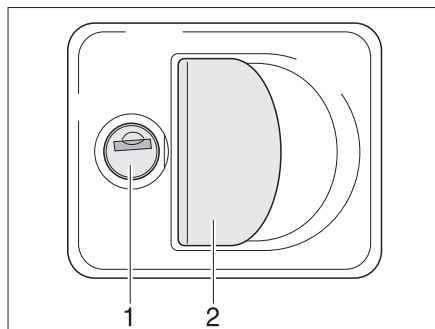

Fig. 53 Serrure du portillon avec poignée
- Insérer la clé dans le barillet (Fig. 53,1) et la tourner d'un quart de tour. La serrure du portillon est déverrouillée.
- Tirer sur la poignée de la serrure (Fig. 53,2). Le portillon extérieur est ouvert.